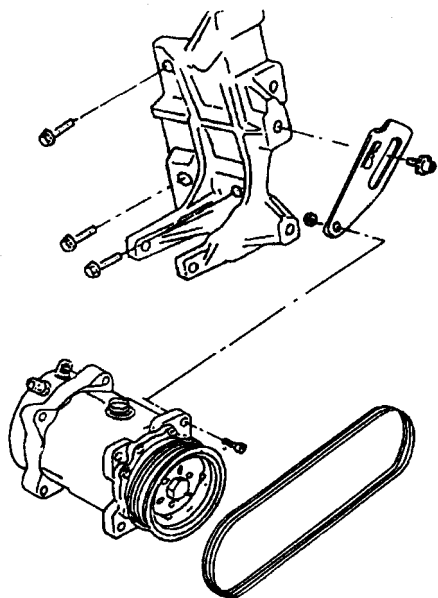

图 1-6 空调压缩机的 V 带
18) 松开空调压缩机与支架的连接螺栓, 取下 V 带, 如图 1-6 所示。